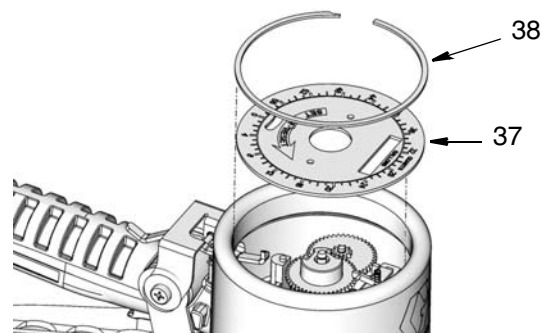

FIG. 33
- Montez le cadran (37) et la grande bague d'attache (38) (FIG. 33).